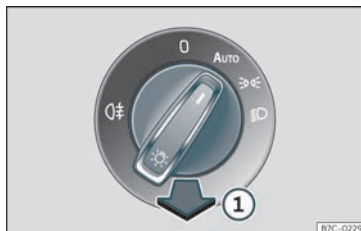

Fig. 89 Taboleiro de instrumentos: mando das luces.
- Acender luz traseira antinéboa (Q#): puxe do conmutador das luces hasta que encaste >>> fig. 89 ① dende a posición Q#, D ou ben AUTO.